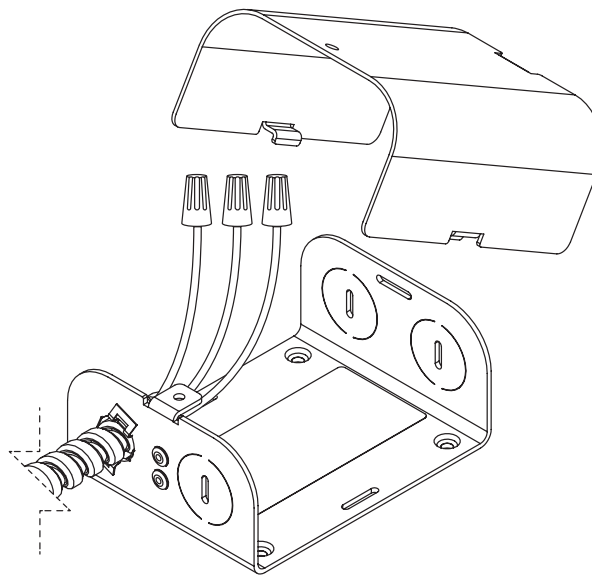

fig. 11
2. En utilisant l'une des entrées défonçables fournies, acheminez le fil approprié pour la charge du circuit, un câble à 3 fils vers le luminaire (voir la fig. 11).